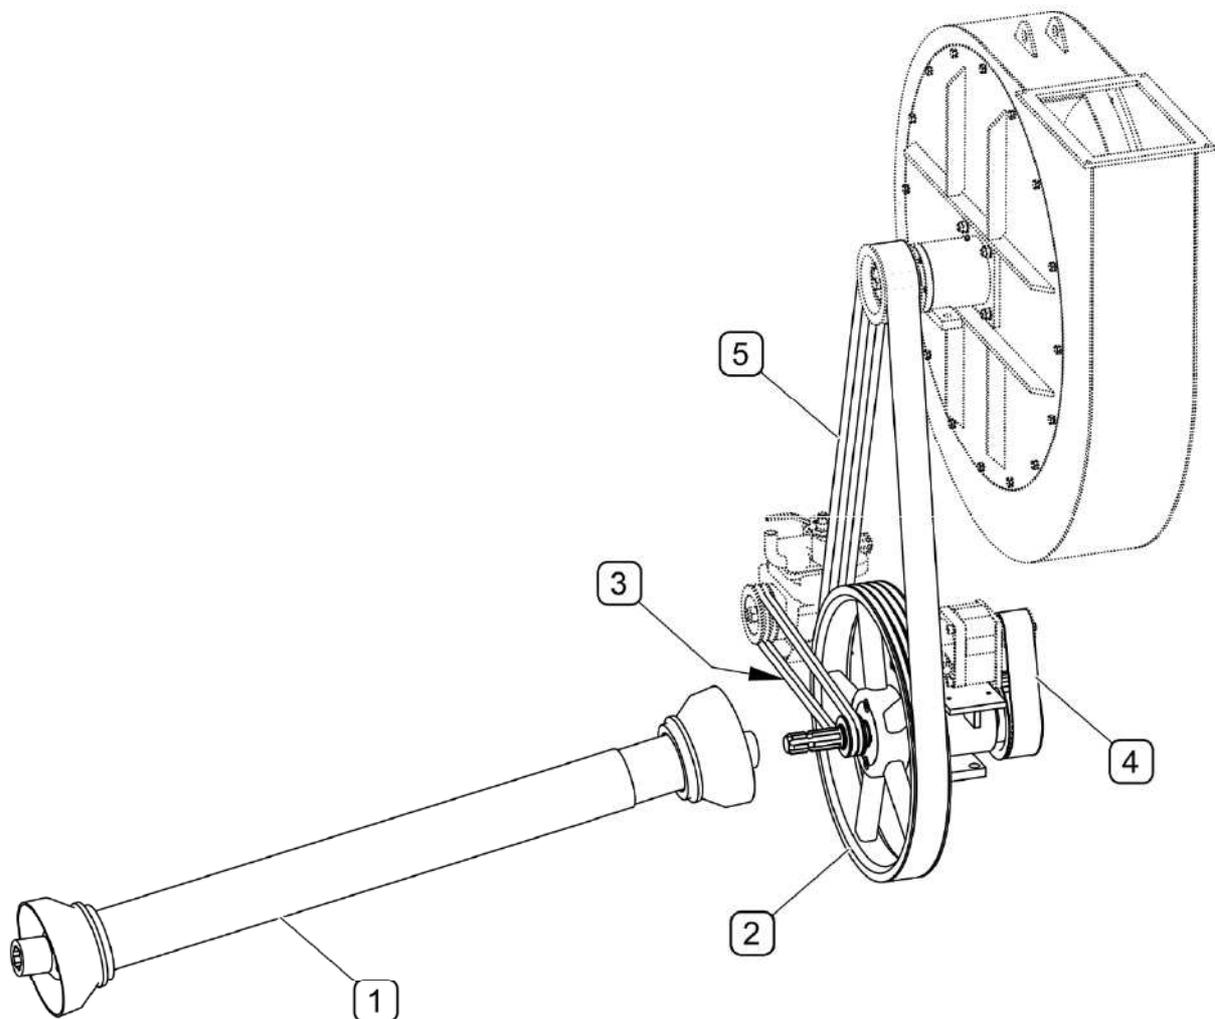

FIGURE 3.15 Circuit d'entraînement
(1) - l'arbre articulé télescopique; (2) - le circuit de réception de l'entraînement; (3) - les courroies de l'entraînement des pompes à eau; (4) - la courroie dentée de l'entraînement de la pompe à l'huile; (5) - la courroie accouplé de l'entraînement du ventilateur
Pendant le travail, le circuit de réception de l'entraînement de la machine (FIGURE 3.15) est connecté à l'aidé de l'arbre articulé télescopique (1) à l'arbre de réception de la puissance